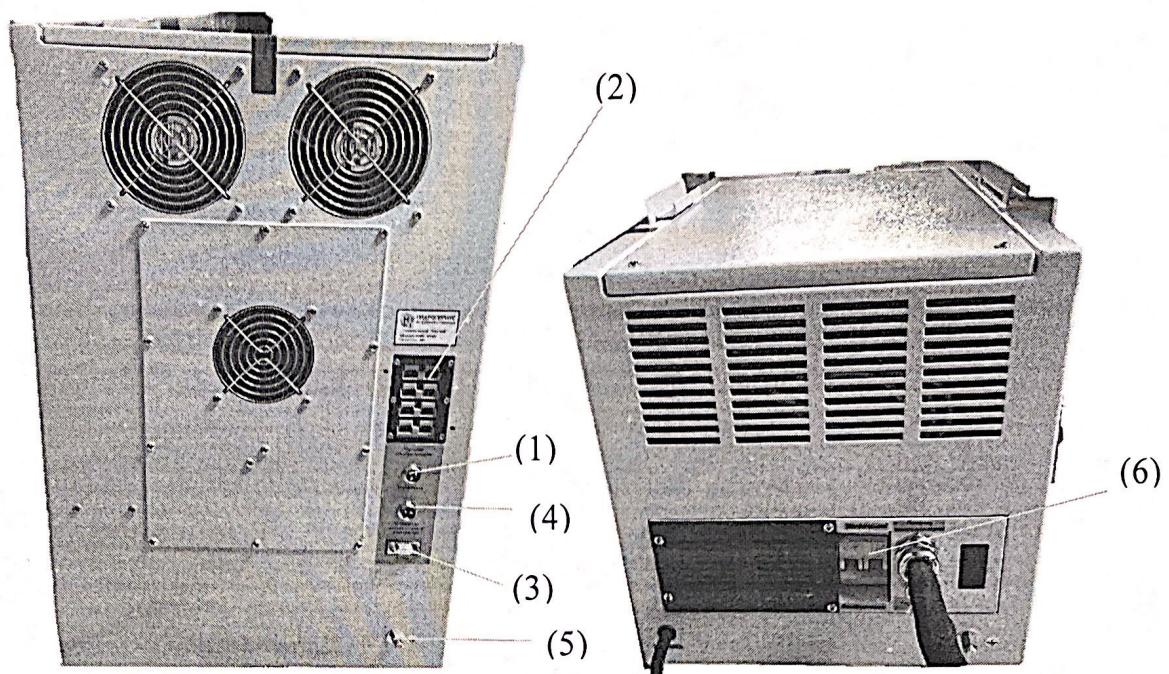

Рис.4 Задняя панель генератора водорода и блока питания
2.4. На задней панели генератора находятся разъемы для подключения основных модулей АВУ (Рисунок 4):
2.5. Блок питания обеспечивает питание и регулирование тока электролизера (Рисунок 4).